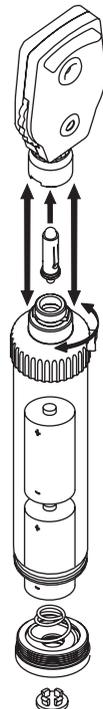

Fig. 2
Verificare periodicamente lo stato delle batterie onde escludere la presenza di segni di corrosione o ossidazione. Se è necessaria la sostituzione, si raccomanda l'utilizzo di batterie alcaline nuove. Per la sostituzione delle batterie si rimanda alla Fig. 2.
Rimuovere la testa dell'oftalmoscopio come suggerito nella procedura operativa (cfr. Fig. 2).
- Una volta aperto, inserire le batterie prestando attenzione al senso dei poli (cfr. Fig. 2).